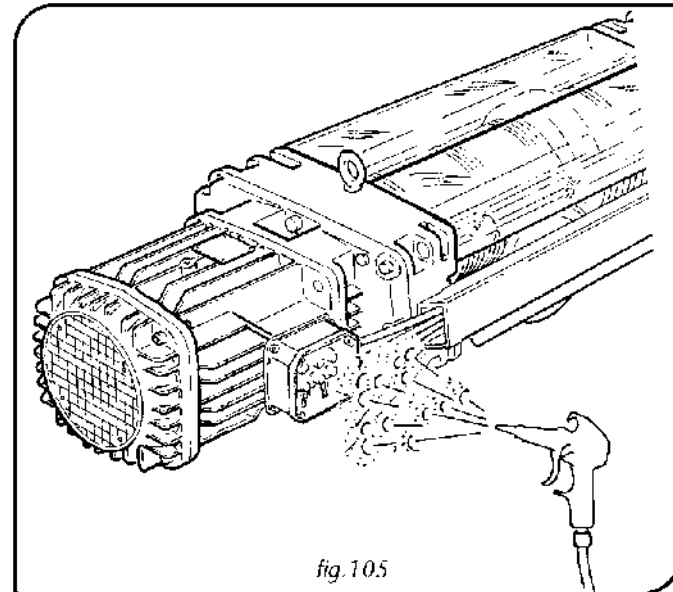

fig. 105
• **Sprzęt elektryczny (rys. 105)**